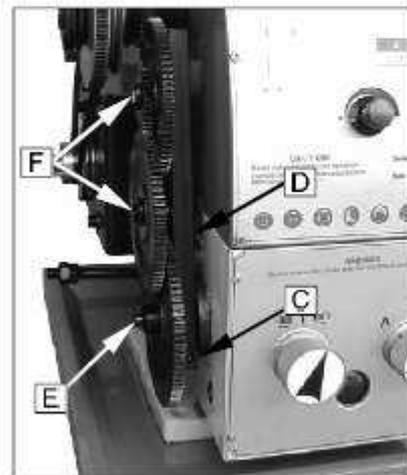

Fig. 23
3. Desserrez la vis de blocage (C, Fig. 23) sur la lyre.
4. Basculez la lyre (D, Fig. 23) vers la droite.
5. Dévissez le boulon (E, Fig. 23) de la vis mère ou les boulons à tête carrée (F, Fig. 23) de la lyre afin de retirer les roues amovibles par l'avant.